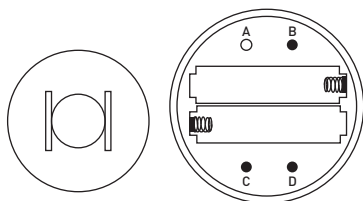

Рис. 2. Установка элементов питания AAA в пульт
- 3.2. Установите 2 элемента питания AAA в пульт, соблюдая полярность (см. рис. 2).